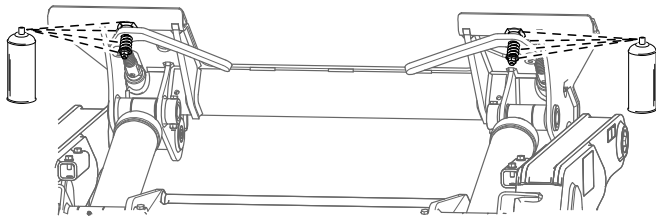

Figura 43
7. Lubrique los acoplamientos rápidos con lubricante en spray (Figura 43).